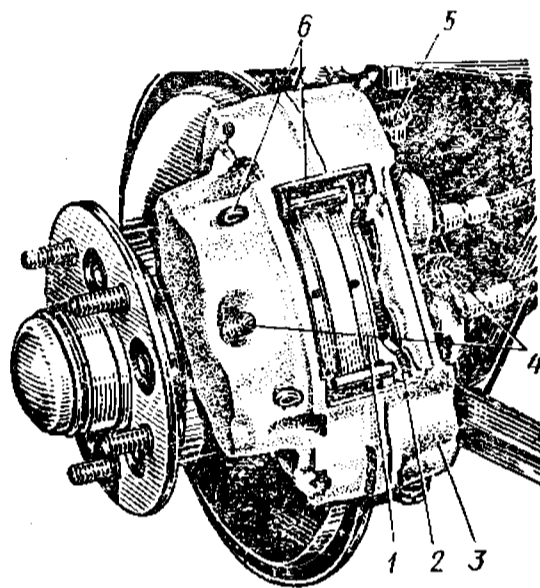

Рис. 75. Дисковый тормоз переднего колеса:
**Обслуживание дисковых тормозов передних колес.** Тормозные колодки 2 (рис. 75) осматривайте при снятых колесах через верхнее окно скобы 3. Колодки заменяйте тогда, когда толщина фрикционных накладок 1 уменьшится до 3 мм. Чтобы снять колодки 2, обожмите разогнутые концы шплинтов 6 и выньте шплинты из отверстий скобы. Если колодки снимаете не для замены, а для доступа к другим деталям, то ко-